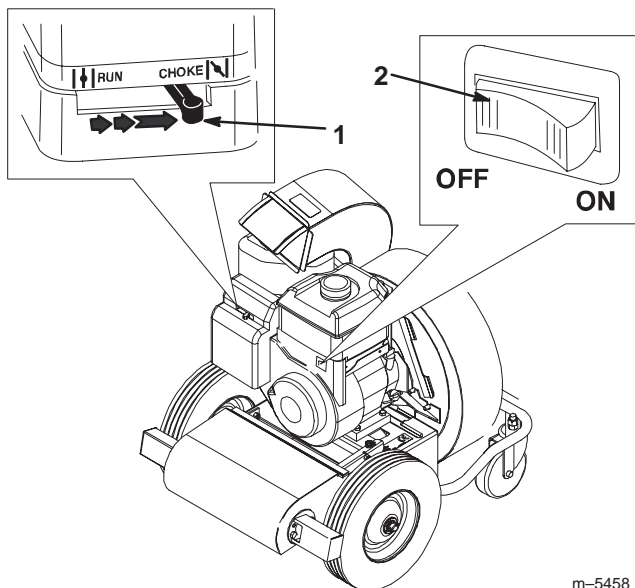

Bild 11
1. Stellen Sie den Gashebel auf Choke (Bild 11).
2. Stellen Sie den EIN/AUS-Schalter auf EIN (Bild 11).
4. Stellen Sie den Choke langsam auf AUS zurück, sobald der Motor warmgelaufen ist (Bild 11).